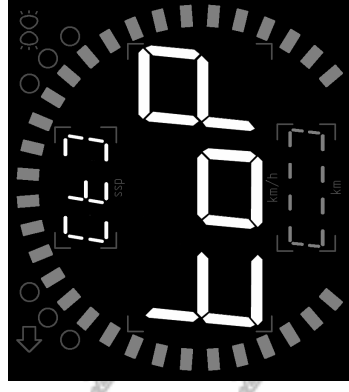
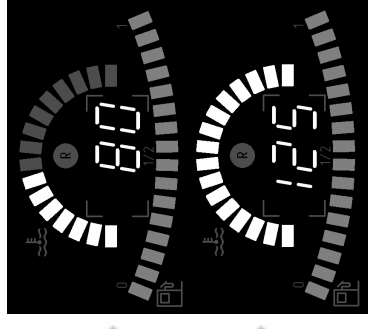

Рисунок 20
Рисунок 21
значение нижней точки установлено - появится слово «done», затем произойдет автоматический переход в следующий режим. Последовательность действий при калибровке верхней точки температуры двигателя: 1. Прогреть двигатель до 80...125°C (фактически до 90...95°C). 2. Перейти в меню калибровки (15)(см.рис.20, рис.21). 3. Установить в меню фактическое значение температуры двигателя на момент калибровки (80...125°C). 4. То же, что и для нижней точки температуры двигателя.